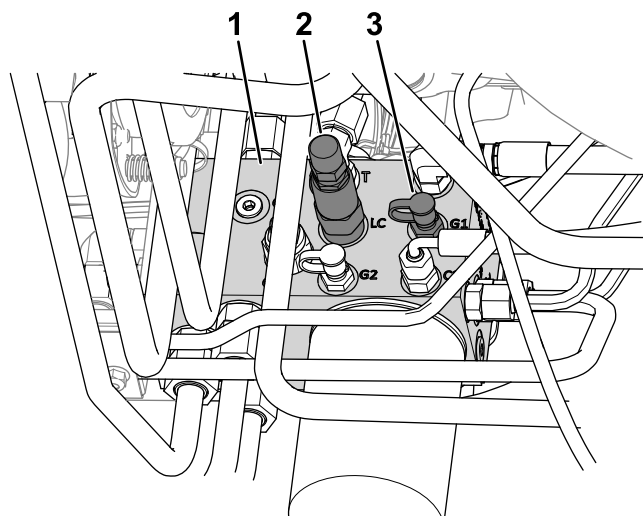

Figura 24
- Conectați un manometru la portul de testare (cu eticheta G1; consultați Figura 24).
- La partea laterală a colectorului de ridicare, scoateți capacul de la portul de testare (cu eticheta G1; consultați Figura 24).
- Slăbiți contrapiulița de la extremitatea supapei hidraulice de transfer de greutate (cu eticheta LC; consultați Figura 24).